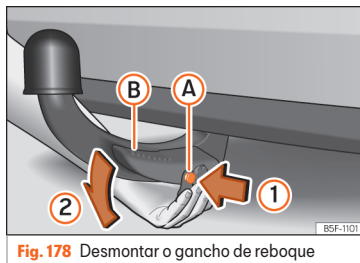

Fig. 178 Desmontar o gancho de reboque
- Pressione o perno de desbloqueio (A) no sentido da seta (1) e, ao mesmo tempo, a alavanca (B) no sentido da seta (2) até ao limite »» Fig. 178.